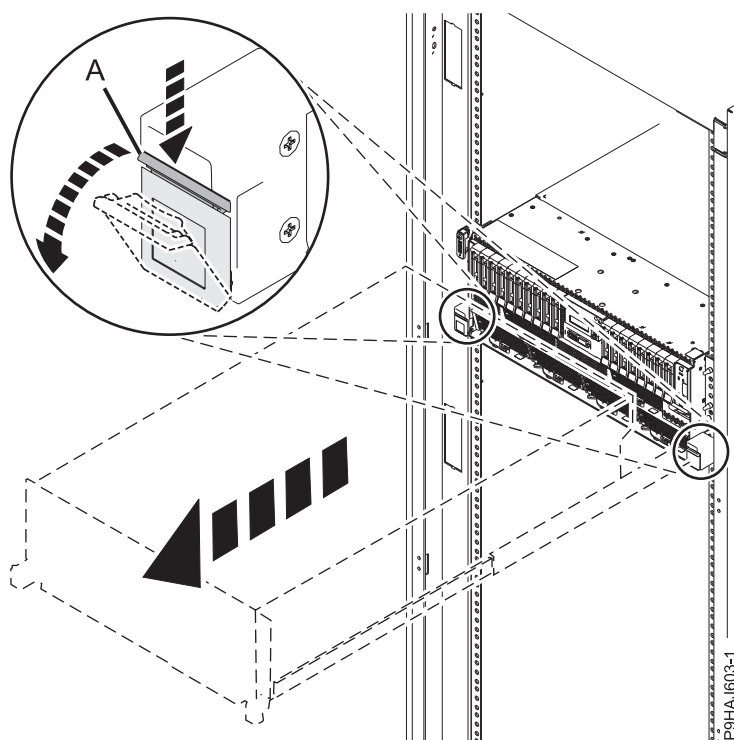

Figure 38. Déblocage des loquets latéraux
2. Pour un système monté en armoire, ouvrez les loquets latéraux (A) et tirez dessus pour faire glisser l'unité centrale complètement en position de maintenance, jusqu'à ce que vous entendiez un clic et que l'unité centrale soit correctement fixée. Assurez-vous que les vis à l'intérieur des loquets ne sont pas fixées à l'armoire. Voir la figure 38.